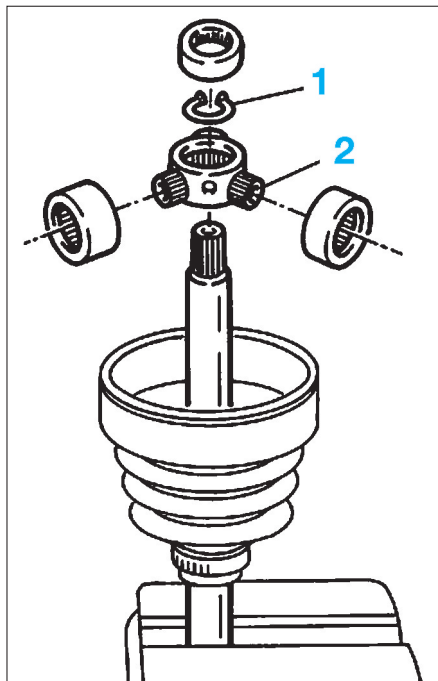

FIG. 12
- Déposer le circlips (1) de fixation (Fig.12).
- Déposer le tripode (2).